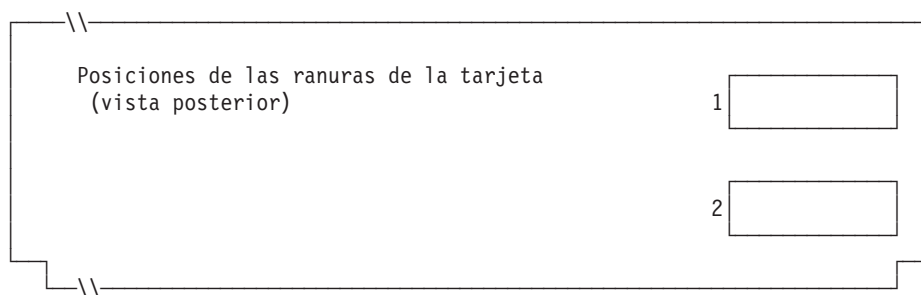

Figura 83. Parte posterior del Terminal de Punto de Venta IBM 4693-3x1
4. En la Figura 83 marque con una X cada ranura de tarjeta que tenga instalado un Adaptador Asíncrono Dual **para que lo utilicen las aplicaciones de terminal**. No ponga ninguna X si la tarjeta va a ser utilizada por aplicaciones distintas a las de terminal.